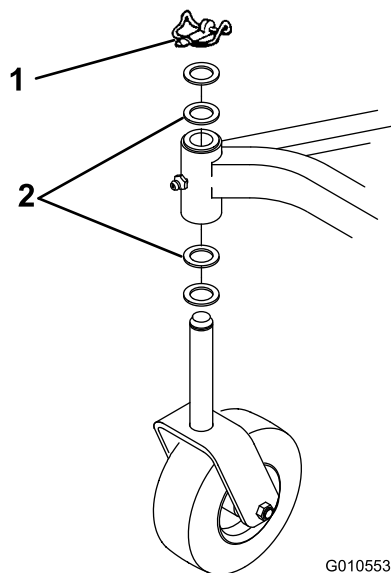

Figura 18
4. Introduza um punção para cavilhas na zona superior ou inferior do tubo de montagem e retire o casquilho para fora do tubo (Figura 18). Retire igualmente o outro casquilho do tubo. Limpe o interior do tubo de montagem para remover a sujidade.